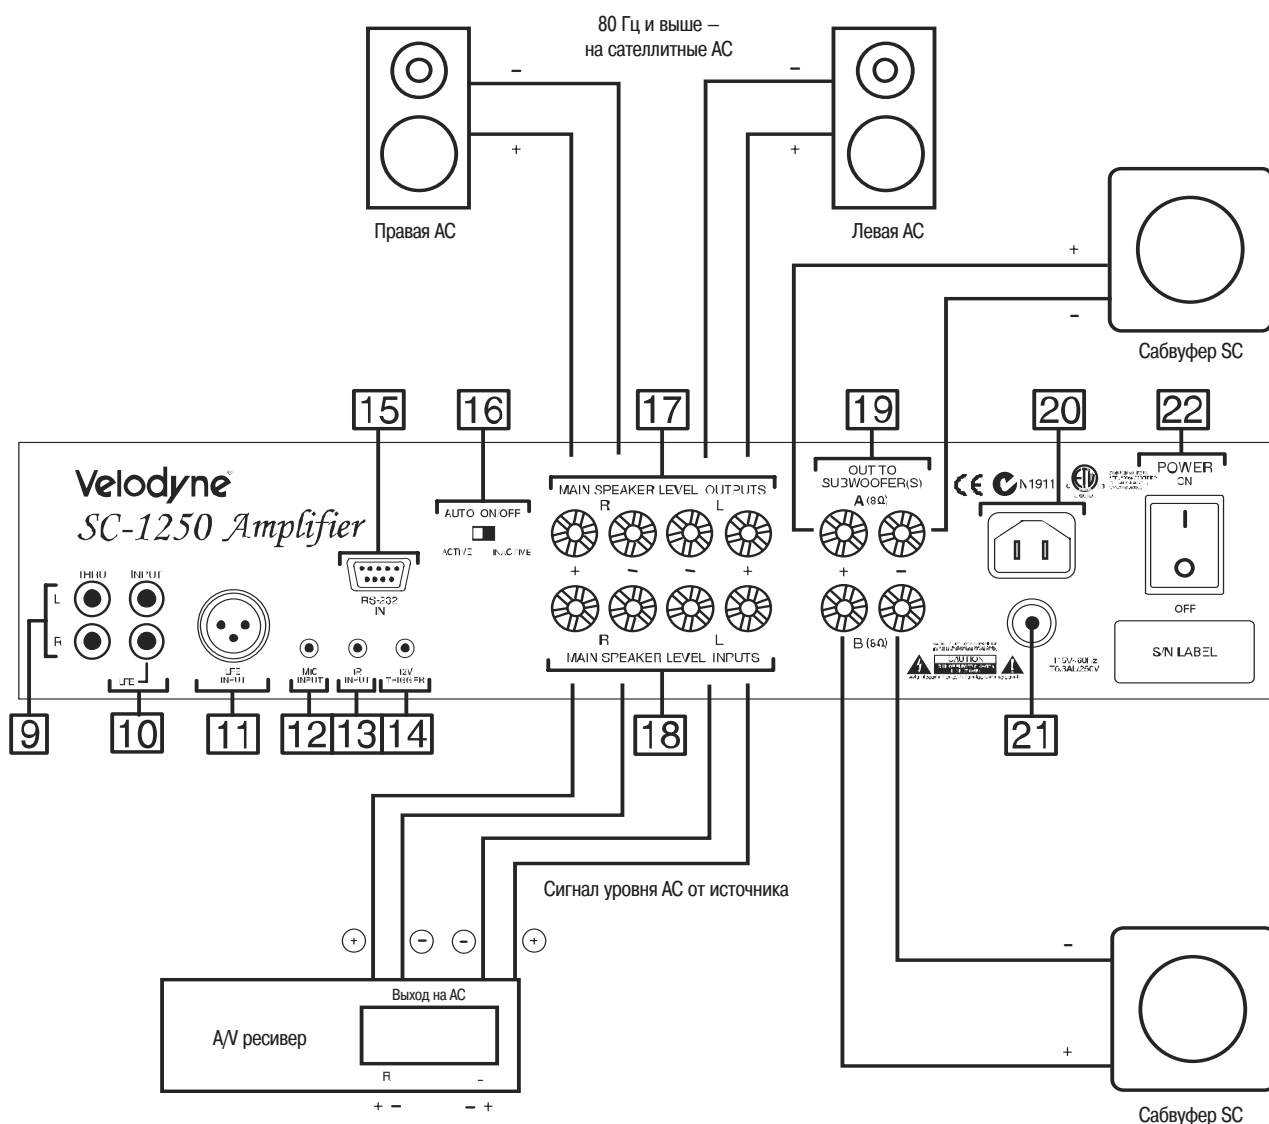

Рис. 5: Подключение сигнала уровня АС.
(17) Выходные клеммы сигнала уровня АС (См. рис. 5)
(18) Клеммы входного сигнала уровня АС (см. рис. 5)